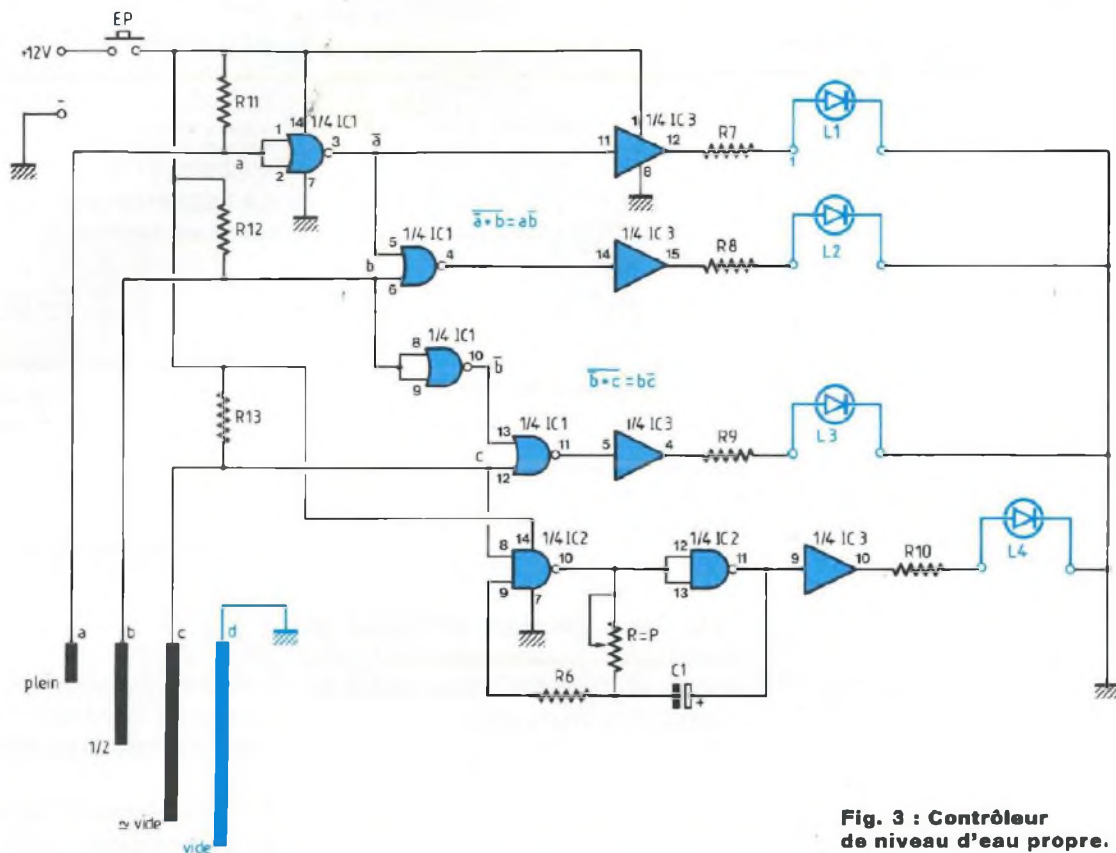

Fig. 3 : Contrôleur de niveau d'eau propre.
R12, R13 développent un niveau 1 à l'entrée des portes ; C = 1 provoquant aussi la mise en marche de l'oscillateur. La figure 3 donne le schéma de principe qui est la synthèse de ce qui a été étudié précédemment. Le test eau propre s'effectue en appuyant sur le bouton poussoir (EP) qui applique la tension d'alimentation sur le montage. **CONTROLEUR DE NIVEAU DES EAUX USEES**